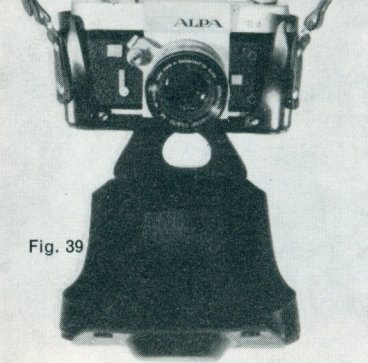

Fig. 39
13) Everready Cases (Fig. 39/40)